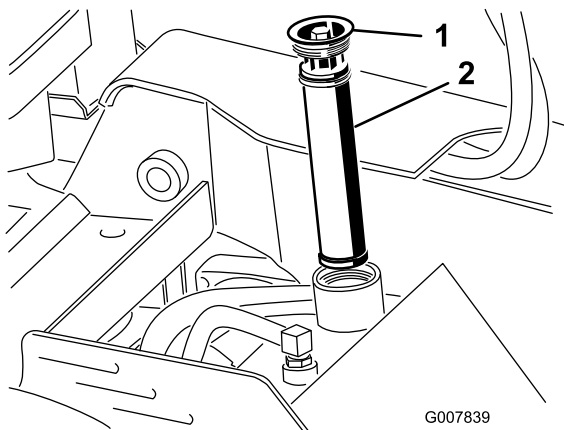

Figura 57
- Îndepărtați i eliminați filtrul vechi (Figura 57).
- Montați filtrul hidraulic de schimb i capacul filtrului (Figura 57) i strângeți urubul de deasupra la un cuplu de 13 – 15,5 N m.